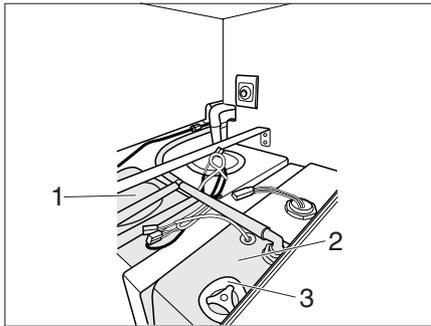

Bild 70 Servicezugang zur Tankreinigung
- ▶ Deckel (Bild 70,1) am Frischwassertank (Bild 70,2) aufschrauben.
- ▶ Stellrad (Bild 70,3) 2 Umdrehungen gegen den Uhrzeigersinn drehen. Die Ablassöffnung im Wassertank wird geöffnet und das Wasser wird abgelassen.